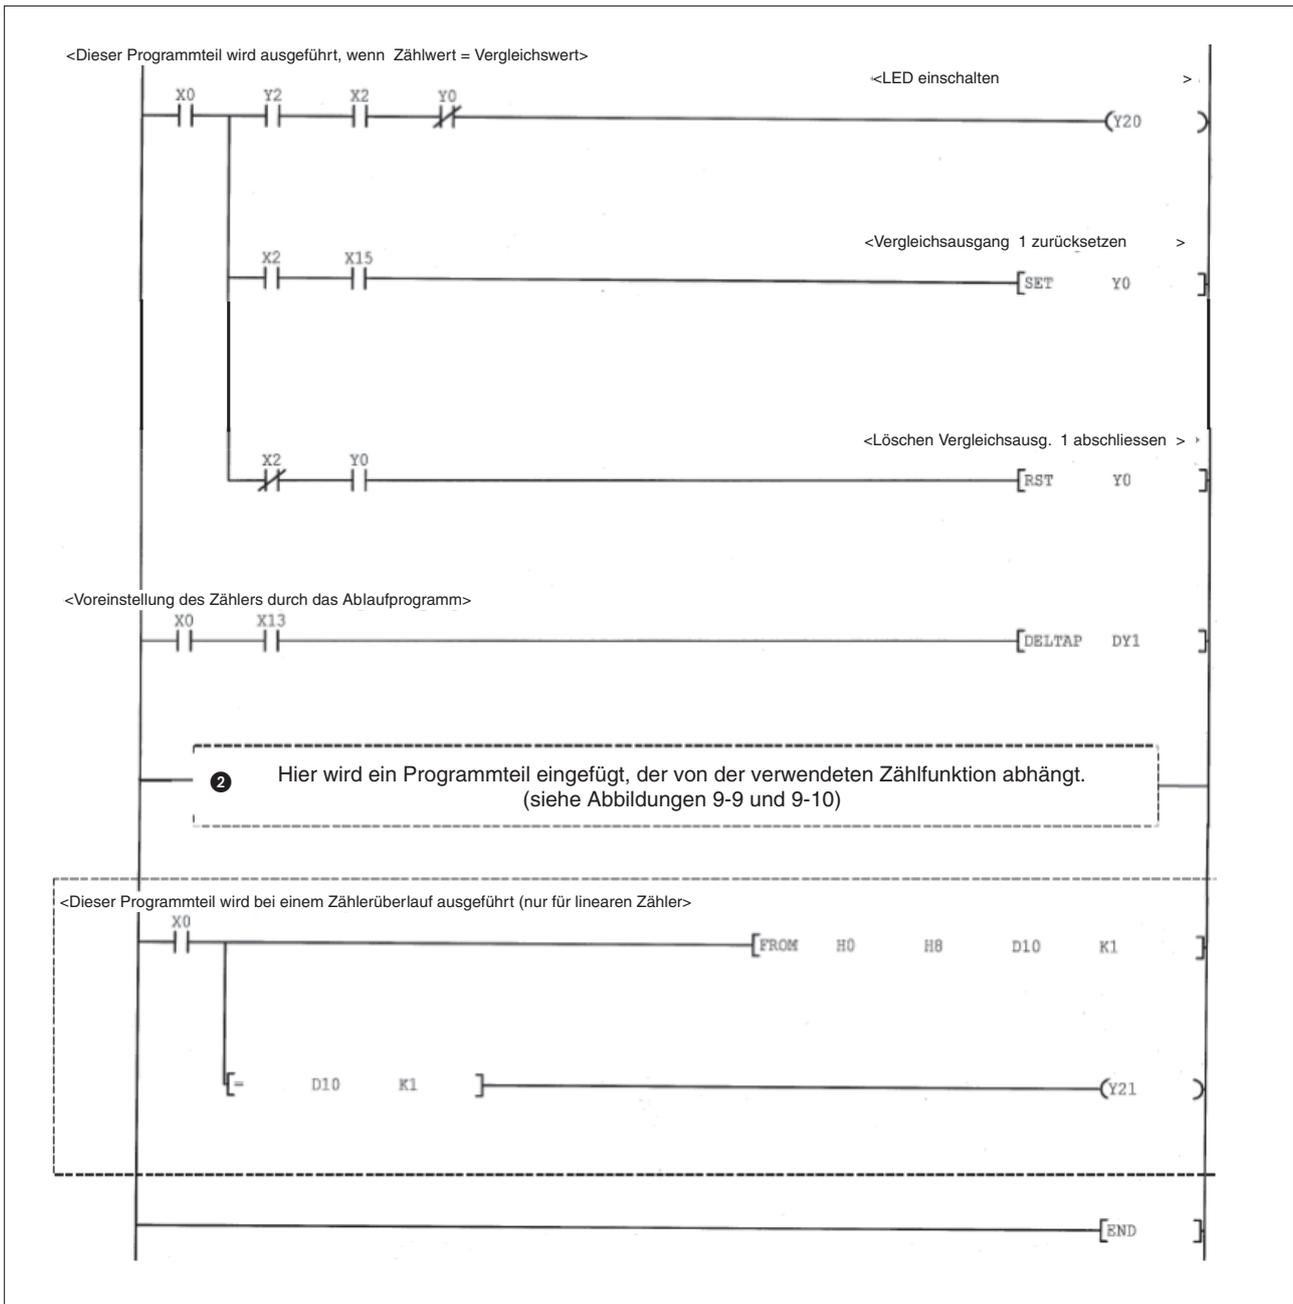

Abb. 9-7: Beispielprogramm zur Steuerung eines Zählermoduls QD62 (D/E) ohne Verwendung der Konfigurations-Software GX Configurator-CT (Teil 2)
Zur Auswahl und Ausführung einer Zählfunktion wird eine der in den folgenden beiden Abbildungen dargestellten Programmsequenzen in das Programm in Abb. 9-7 an der Position ② eingefügt.